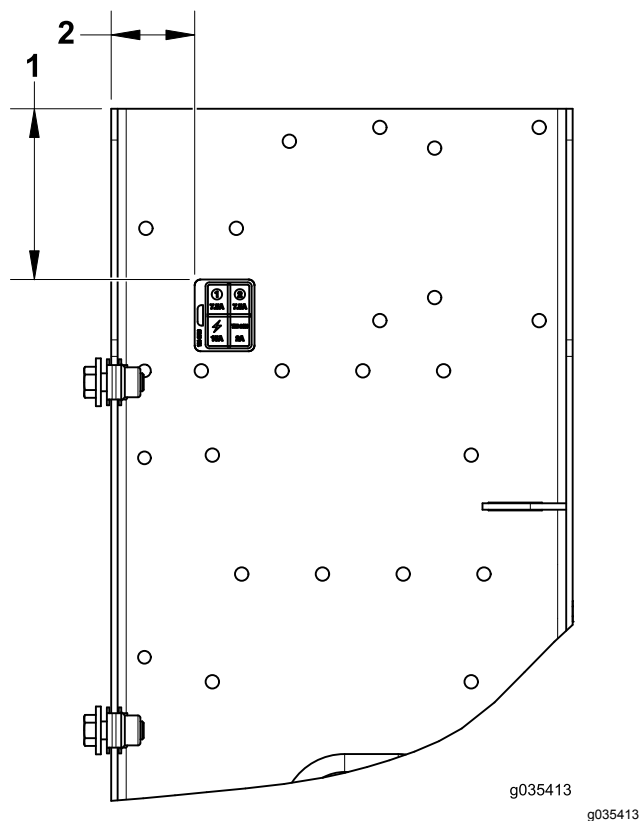

Figura 10
2. Individuate e applicate l'adesivo del fusibile nella posizione mostrata (Figura 10).